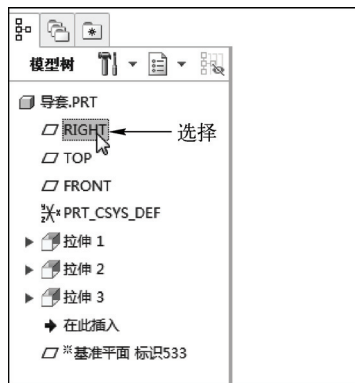

图 5-6 选择“RIGHT”基准平面
STEP 04 在模型树中选择“RIGHT”基准平面, 如图 5-6 所示。